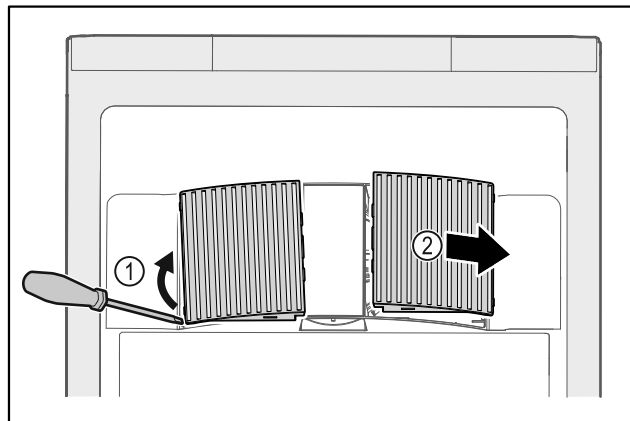

Fig. 34
- ▶ Opatrne vytiahnite kryty ventilátorov z bočnej strany Fig. 34 (1) a vyberte ich smerom dopredu Fig. 34 (2).